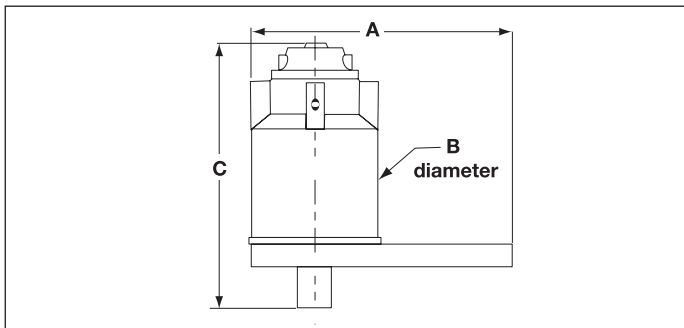

**Fig. 1, Trocando o Disco de Reação**
O cisalhamento controlado do Inseto de Encaixe Quadrado de Saída (Fig. 1 Item 4) protege os componentes internos, caso a capacidade máxima de saída seja ultrapassada. Este dispositivo de proteção contra sobrecarga causa a ruptura do inserto quando a saída excede entre 103% e 110% da capacidade nominal de saída. Um inserto de reposição é incluído nos multiplicadores de torque (E391, E392, E393, E492, E493, E494, E495). (Peça reposições adicionais ao seu Distribuidor Enerpac.)
3. Monte o soquete de encaixe quadrado fêmea de tamanho adequado sobre o inserto de encaixe quadrado de saída do multiplicador de torque (Fig. 1, Item 4). Posicione o soquete e o multiplicador de torque no prendedor a ser apertado.
1. Remova os parafusos (Fig. 1, Item 2) que fixam o disco de reação (Figura 1, Item 1) no multiplicador de torque, e remova o disco de reação do multiplicador de torque.
5. Fixe novamente o disco de reação no multiplicador de torque com os parafusos removidos previamente. (Fig. 1, Item 2).